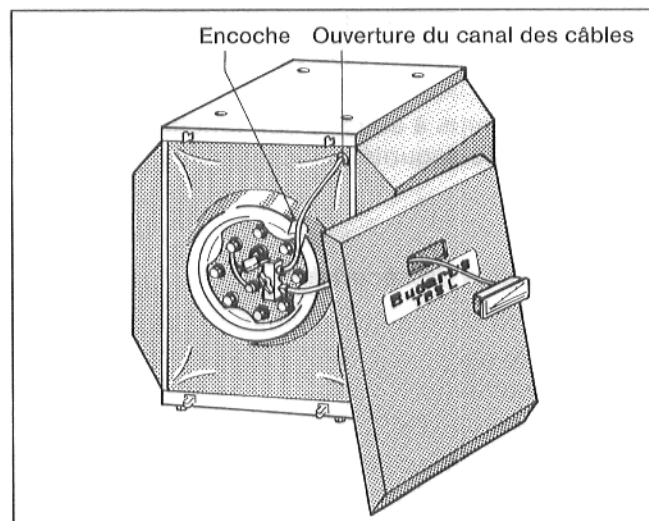

Fig. 7
- Faire ressortir la sonde par l'ouverture du canal des câbles de la paroi de façade du préparateur et l'amener jusqu'au dispositif de fixation des sondes du couvercle du coup de poing (fig. 7).
- Introduire la sonde du thermomètre d'ECS* (FB) par l'avant dans l'ouverture du panneau de façade et fixer le boîtier du thermomètre dans l'ouverture (fig. 7).
- Dérouler la conduite de sonde, la faire passer par l'encoche du calorifuge et l'amener jusqu'au dispositif de fixation des sondes du couvercle du trou de poing (fig. 7).